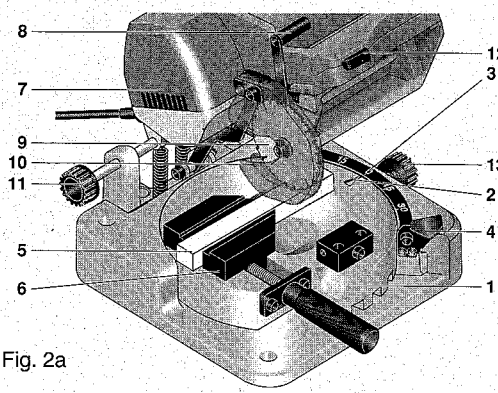

Fig. 2a
7.2.2.1 Wenn Sie gerade Schnitte herstellen möchten (Siehe hierzu Fig. 2a)
1. Achten Sie darauf, dass sich der Drehtisch 1 (siehe Fig. 2a) in der 0°-Stellung befindet: Die Pfeilmarkierung 2 muss auf die 0°-Markierung auf der Skala 3 in dem Gerätefuß zeigen. Falls nicht, bitte einstellen wie folgt: (Achtung: Bitte darauf achten, dass die Rändelschraube 13 gelöst ist!)